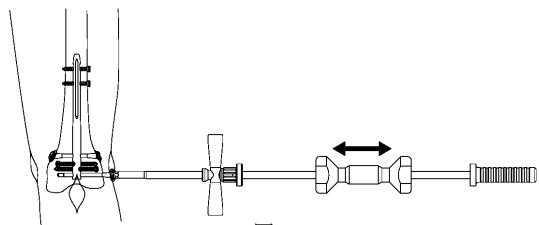

図4
- 4) シャフトスクリューが固着している場合は、顆部用シャフト SW 抜去レンチのつまみ後端にネイル抜去器を接続し、ハンマーをスライドさせて軽く衝撃を与えながら、スクリューを抜去します。 (図4)